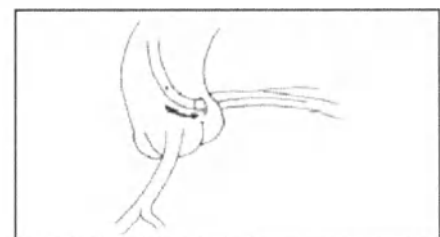

Рисунок 5
**Этап 4.** После извлечения петли заново установить проводниковый катетер, потянув проводник немного назад (см. рисунок 5).